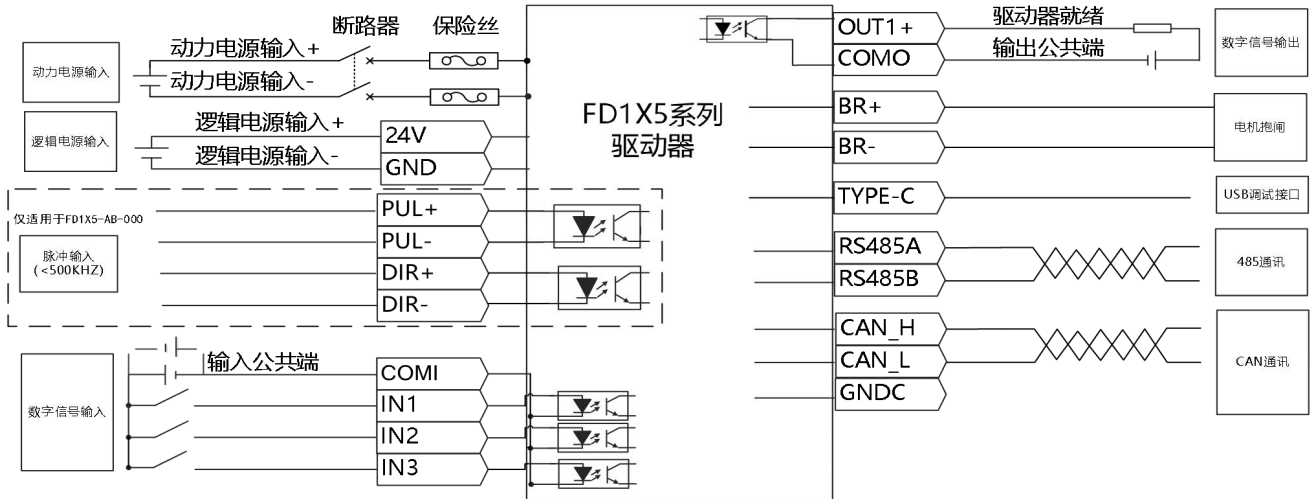

图 3-10 FD1X5 系列驱动器电气接线图
- 图 3-10 展示了 FD1X5 系列驱动器带有默认 IO 功能的接线，更多 IO 功能可以通过上位机软件来进行定义。